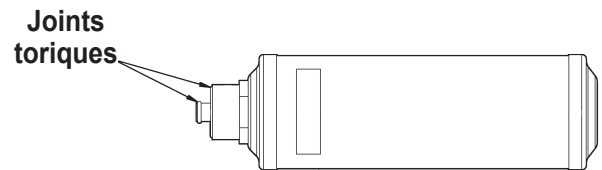

Figure 13
4. Examinez le filtre neuf — vérifiez si les deux joints toriques sont graissés et bien insérés dans les cannelures. Reportez-vous à la Figure 13. Filetez le filtre neuf pour le mettre en place et le serrer.